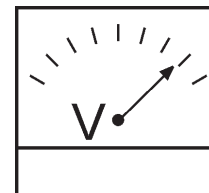
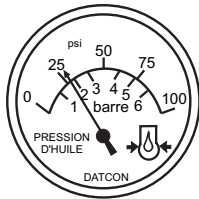

Figure 43. Voltmètre CA
Figure 46. Jauge de Pression D'huile
6. Le voltmètre CA du générateur (Figure 43) affiche la puissance du générateur en **VOLTS**. Si la tension ne se situe pas dans la plage de tolérance spécifiée, utilisez le bouton de commande du réglage de tension (Figure 46) pour augmenter ou réduire la tension souhaitée.
8. L'indicateur de pression d'huile moteur (Figure 46) indique la pression de l'huile moteur. Normalement, la pression de l'huile est d'environ 28 à 71 psi. (193~490 kPa) lors du démarrage du moteur.